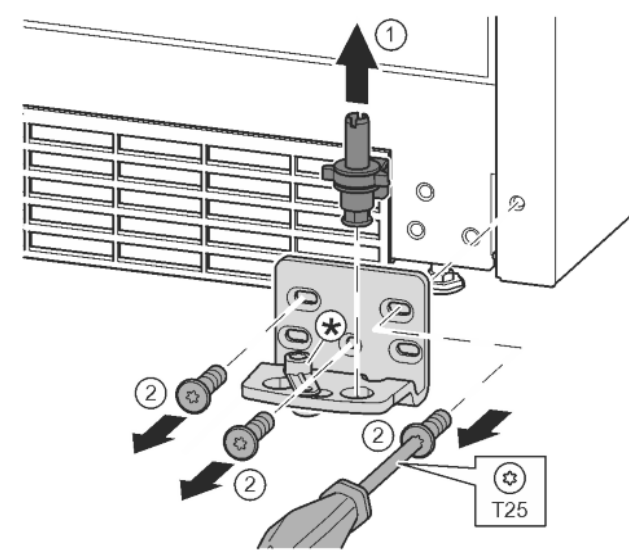

Fig. 15
- ▶ Опорний гвинт цілком витягніть рухом вгору. Fig. 15 (1)
- ▶ Викрутіть гвинти за допомогою викрутки T25 та зніміть опорний кронштейн. Fig. 15 (2)